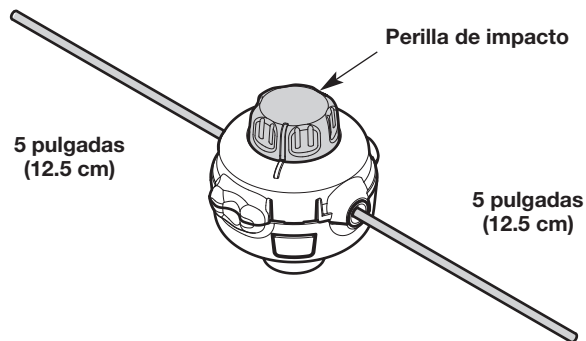

Fig. 28
5. Gire la perilla de impacto para enrollar el hilo hasta que sobresalga aproximadamente 5 pulgadas (12.5 cm) de cada lado del cabezal de corte (Fig. 28).